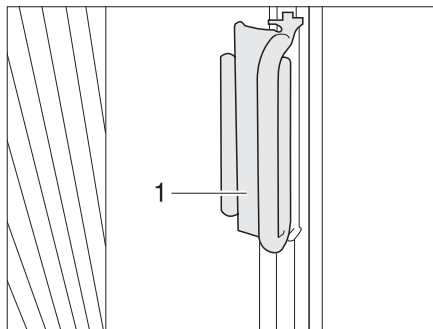

Fig. 26 Bloccaggio delle tendine oscuranti pieghevoli per il finestrino del conducente/passeggero
- Spingere le tendine oscuranti pieghevoli per il finestrino del guidatore e del passeggero sul sopralzo con l'impugnatura (Fig. 26,1). La tendina oscurante pieghevole è ora bloccata.